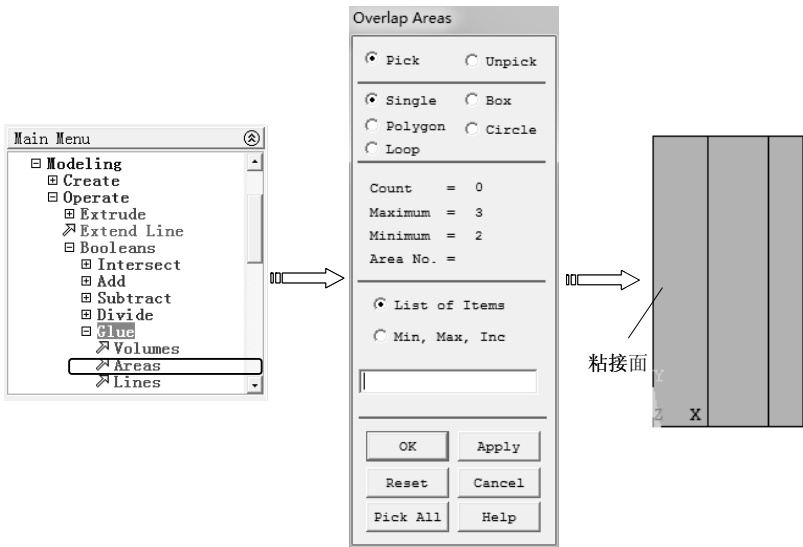

图 8-29 粘接运算
4) 选择 “Main Menu>Preprocessor>Modeling>Operate>Booleans>Glue>Areas” 命令，弹出 “Glue Areas” 对话框，单击 “Pick All” 按钮选择所有面，单击 “OK” 按钮完成粘接运算，如图 8-29 所示。